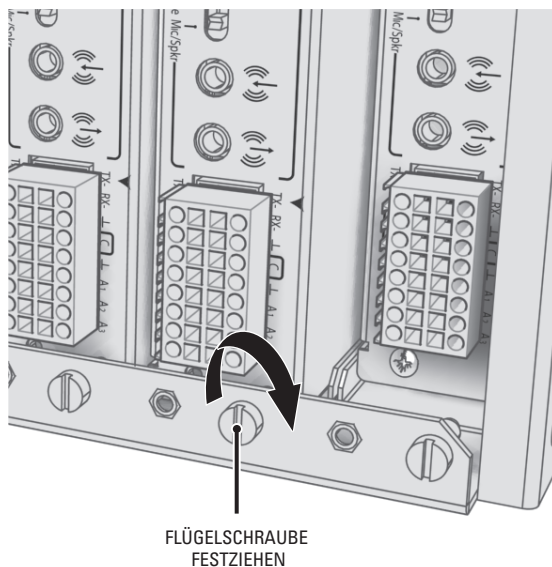

Abbildung 9. Festziehen der Flügelschraube zum Sichern des Geräts
3. Ziehen Sie die Flügelschraube an der Rackhalterung fest, um das Gerät im Rack zu sichern (siehe Abbildung 9).